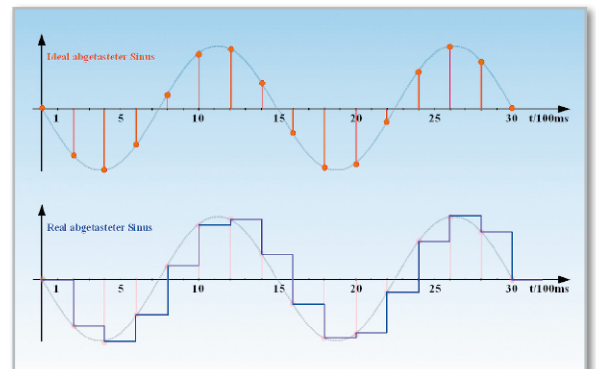
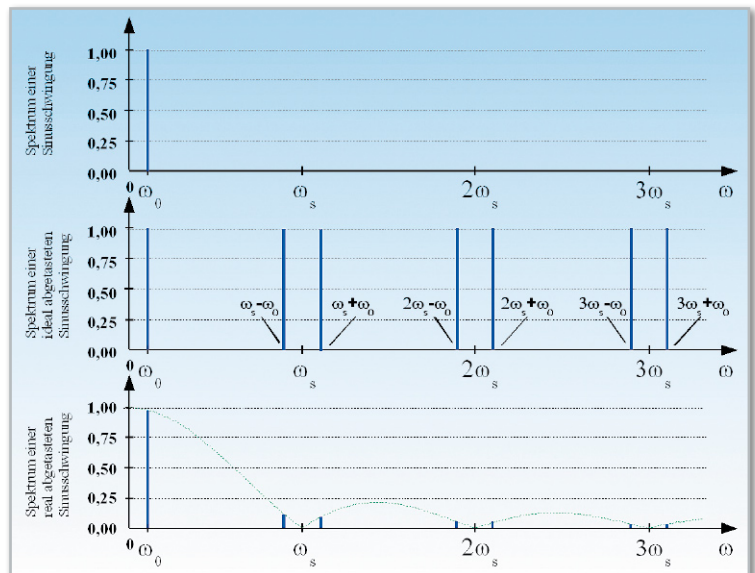
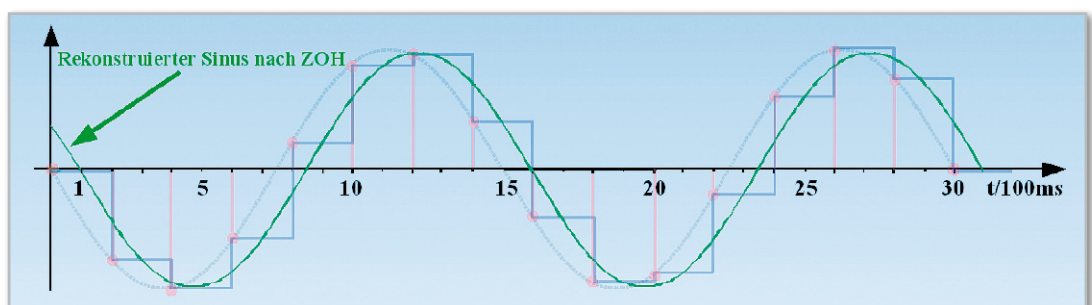

Bild 27: Der reale Abtaster hält den Abtastwert über ein Abtastintervall.
Bild 30: Die periodischen Spektren einer abgetasteten Funktion werden an den Nullstellen des ZOH-Frequenzgangs gestauch.
Bild 31: Nach dem ZOH ist der rekonstruierte Sinus leicht in der Amplitude reduziert und verzögert.
Nun gibt es leider den idealen Abtaster, dessen Wirkungsweise durch Gleichung 50 beschrieben wird, in der Praxis nicht. Er müsste ja in unendlich kurzer Zeit den Signalwert zum Abtastzeitpunkt ermitteln, was technisch nicht möglich ist. Das Problem wird gelöst, indem man den Abtastwert am Beginn des Abtastintervalls über die ganze Dauer des Abtastintervalls „hält“ (Abbildung 27). Daher stammen auch die Begriffe Abtast-Halteglied oder Sample&Hold (S/H). Es entsteht so aus einer Folge bewerteter Dirac-Stöße eine Treppenkurve, wobei die Stufenwerte identisch sind mit den Funktionswerten zum Zeitpunkt des Abtaststoßes. In der Regel haben wir es deshalb mit einer Treppe mit ungleichmäßiger Stufenhöhe zu tun.
Bei kräftiger Überabtastung (wo sich das Basisbandspektrum im noch schwach abfallenden Bereich der $sinc$ -Funktion befindet) ist der Fehler meist vernachlässigbar. Abbildung 30 demonstriert das für eine Sinusschwingung, die mit einer 10-mal so hohen Frequenz abgetastet wird. Dann wird die Spektrallinie bei ω_0 um 1,64 % durch den ZOH-Frequenzgang gedämpft, die Alias-Spektrallinie bei $\omega_s - \omega_0$ um 89,07 %, die bei $\omega_s + \omega_0$ um 91,06 %, die bei $2\omega_s - \omega_0$ um 94,82 % usw. Die Auswirkungen des ZOH im Zeitbereich lassen sich leicht an Abbildung 27 unten unter Auswertung von Gleichung (66) veranschaulichen (Abbildung 31). Wir können abzählen, dass eine Abtastperiode von 200 ms vorliegt, entsprechend 5 Hz Abtastfrequenz. Die Periodendauer der abgetasteten Sinusschwingung ist 1,5 s, entsprechend $2/3$ Hz. Es wird daher mit dem 7,5fachen der Sinusfrequenz abgetastet. Damit ist die Amplitude der durch einen idealen Tiefpass aus dem ZOH-Ausgangssignal ausgefilterten Grundwelle um 2,9 % verringert. Ihre Verzögerung beträgt $180^\circ/7,5 = 24^\circ$, was dem 15. Teil der Periode des Sinus bzw. der Hälfte der Abtastperiode, also 100 ms, entspricht.